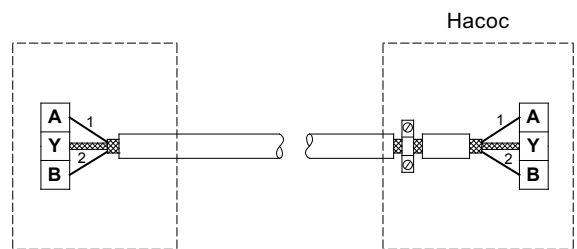

Рис. 12 Подключение 2-жильного экранированного кабеля
- Если при установке старого насоса применялся экранированный 2-жильный кабель, подключение должно быть произведено, как показано на рис. 12.